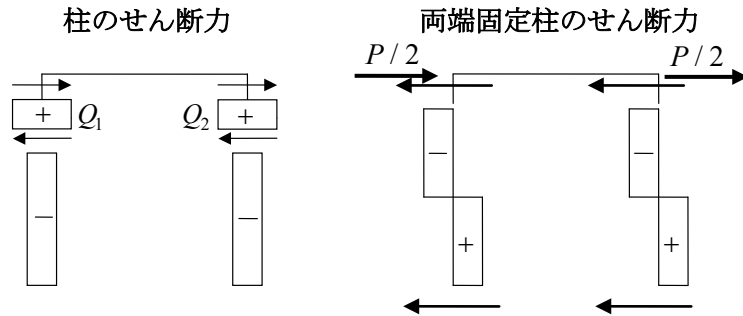

図 19 層せん断力の釣合
外力と切断した柱のせん断力との水平方向の力の釣合を考える。ここでは、上階の水平外力はゼロであり、図 19 のように、柱のせん断力と柱に加わる水平方向集中荷重による外力の釣合となる。
つまり、層せん断力の釣合は、図 19 を参考にすると $-(Q_1 + \bar{Q}_1) = 0$ となり、式 (39) と (40) より層モーメントの釣合は次式となる。